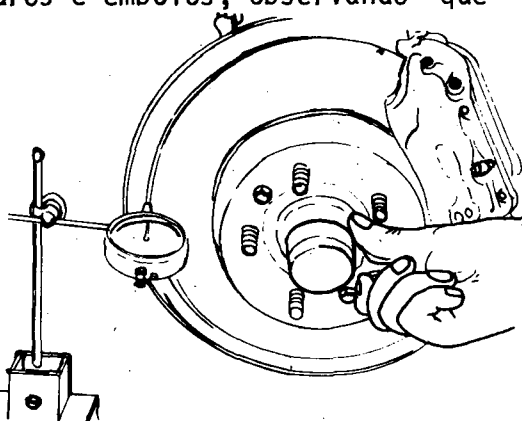

Fig. 6
- e Controle o estado da superfície do disco, verificando se não está arranhada, cristalizada ou descentrada (fig. 6).